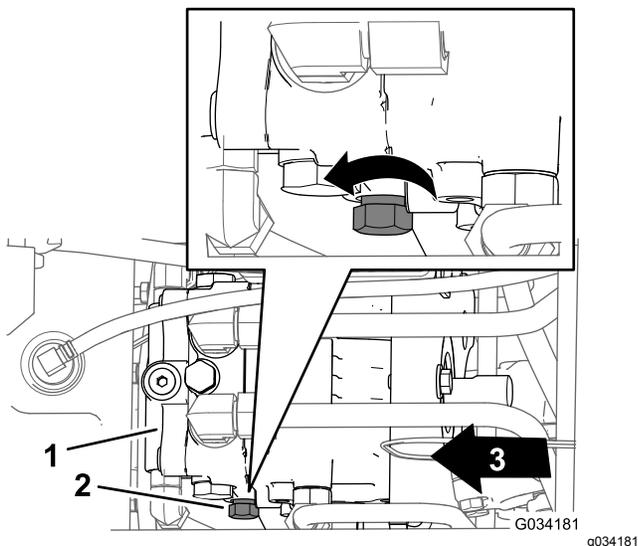

Рисунок 32
2. Найдите ручку управления перепускного клапана на левой стороне гидравлического насоса (Рисунок 32).
3. Поверните ручку управления на 3 оборота против часовой стрелки (Рисунок 32).
3. Поверните ручку управления (Рисунок 32) по часовой стрелке, пока не почувствуете сопротивление, указывающее на то, что перепускной клапан закрыт.